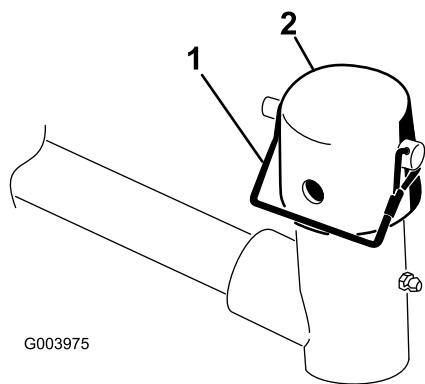

Figure 10
7. Retirez la goupille élastique et le capuchon de la chape de pivot du bras de relevage (Figure 10).
11. Fixez le capuchon et l'arbre du bâti porteur à la chape du bras de relevage avec la goupille à fermoir. Utilisez la fente si un plateau de coupe directionnel est recherché ou utilisez le trou si le plateau de coupe doit rester fixe (Figure 10).